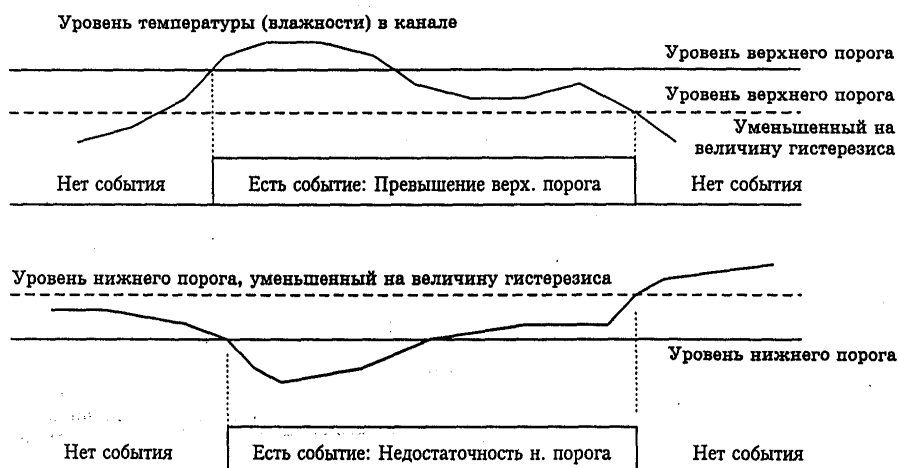

Рис. 3 Пояснение работы системы управления с зоной гистерезиса
3.3.2. Находясь в рабочем режиме, нажмите однократно **кнопку “Режим”**. Прибор перейдет в **режим “Установки порогов”**. При этом на индикаторе **“Режим”** отобразится буква **“П”**. В режиме **“Установки порогов”** прибор позволяет установить для каждого параметра два пороговых значения - верхнее (верхний порог) и нижнее (нижний порог). Пороги - это верхняя и нижняя границы допустимого изменения соответствующей величины. При превышении параметром верхнего порога или снижении ниже нижнего порога в любом из незамаскированных параметров прибор обнаруживает это событие и выдает световой и звуковой сигнал. Общее число возможных событий в приборе - 1 канал x 2 параметра x 2 порога = 4. В данном режиме также устанавливаются значение ширины зоны регулирования (гистерезиса) для каждого порога. Наличие зоны гистерезиса необходимо для четкого (без дребезга) срабатывания линий управления (см. рис.3).